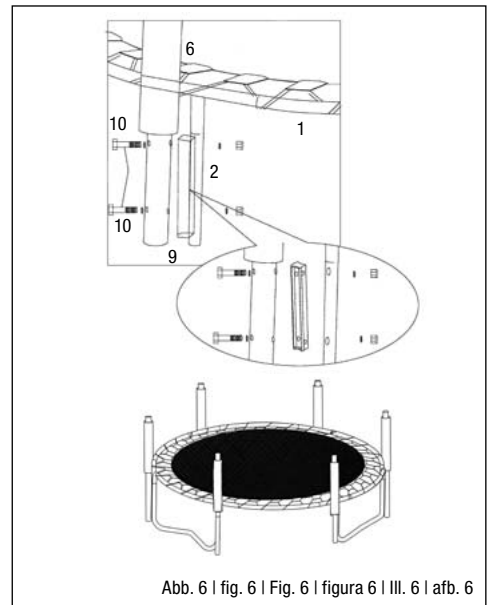

Abb. 6 | fig. 6 | Fig. 6 | figura 6 | III. 6 | afb. 6
Befestigen Sie die unteren Halterohre (3) mit Hilfe der Schrauben und Muttern (10) und der Kunststoffadapter (9) wie abgebildet an die Trampolinfüße (Abb. 6). Die Kunststoffadapter müssen so zwischen Fuß und unterem Rohr angebracht werden, dass beide Rohre eng am Adapter (in der Ausbuchtung) anliegen. Ziehen Sie die Schrauben fest und überprüfen Sie die Festigkeit nach dem ersten Funktionstest des Trampolins.